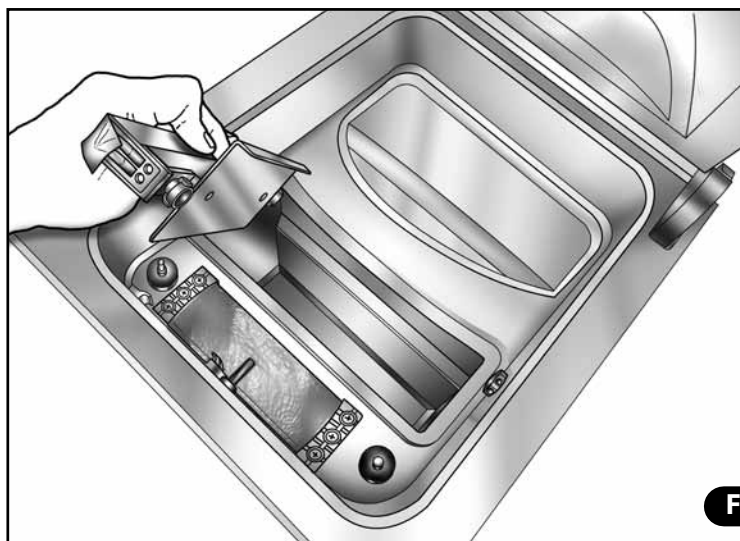

Fig. 2
- 2) Extraire le palier sous la barre et placer le nouveau (**Fig. 2**).